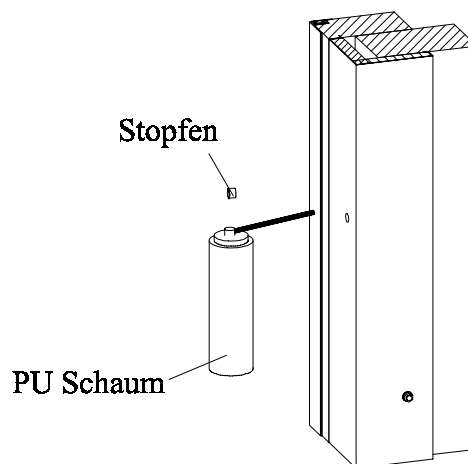

Bild 2.15 Klemmrahmen ausschäumen
- 2.15** Der CNS Klemmrahmen ist in der Laibung mit PU Schaum auszuspritzen. Dies gibt der gesamten Tür einen festen Halt und verbessert die Isolierwerte. Die Ausschäumlöcher sind mit den Stopfen abzudecken. **Bild 2.15**